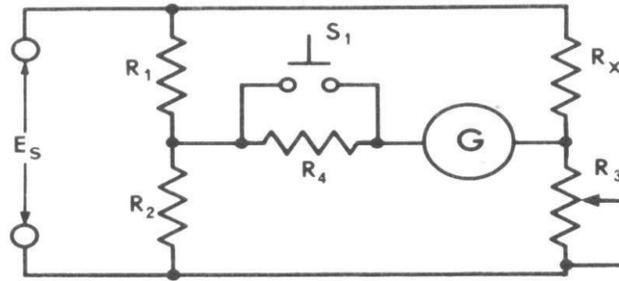

Figura 2.2
4. ¿Qué tipo de circuito se muestra en la figura 2.2?